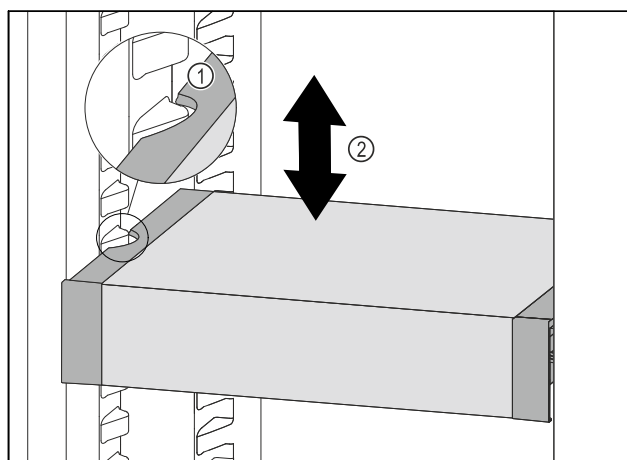

Fig. 160
- Tirer le VarioSafe vers l'avant jusqu'à ce que les encoches latérales du VarioSafe soient à la hauteur de la nervure du bac dans la partie réfrigérateur. Fig. 160 (1)
- Déplacer le VarioSafe vers le haut ou vers le bas dans la partie réfrigérateur jusqu'à ce que la hauteur souhaitée soit atteinte. *Fig. 160 (2)*